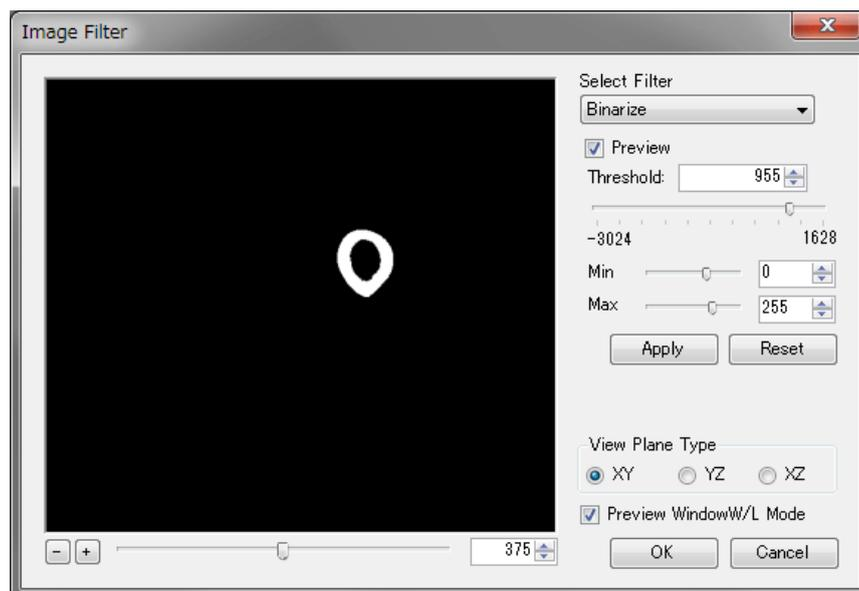
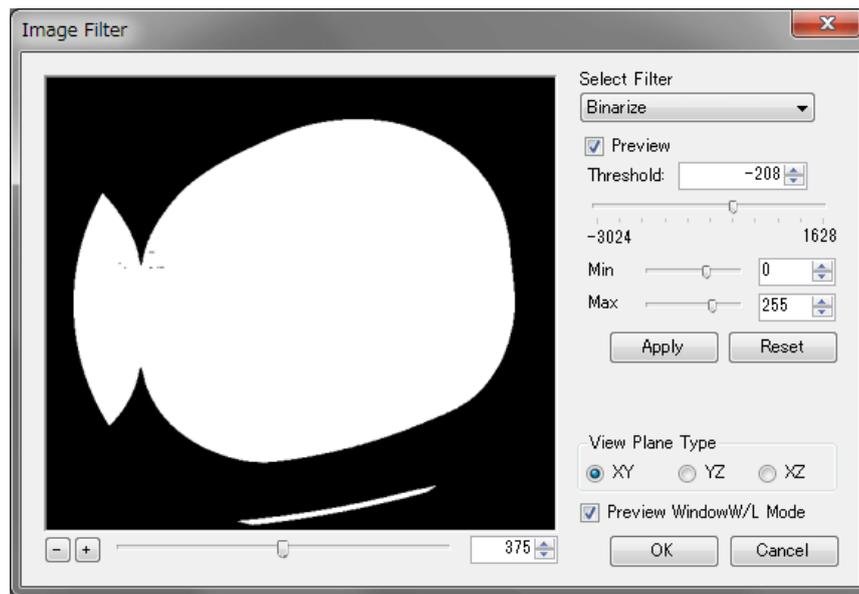

図 A-5 輝度値 955 以上は白にする
図 A-6 輝度値-208以上は白にする
3. [Threshold]の輝度値を設定します。この値より低い輝度値は黒、高い輝度値は白となります(図 A-5, 図 A-6)